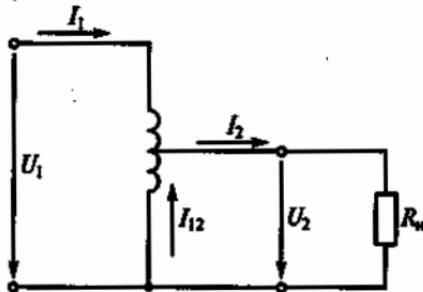

Рис. 178
6.46. Каковы I_1 и I_{12} в схеме автотрансформатора на рис. 178, если ток нагрузки $I_2=5 \text{ A}$, напряжение $U_2=0,5U_1$? (Током холостого хода пренебречь.)